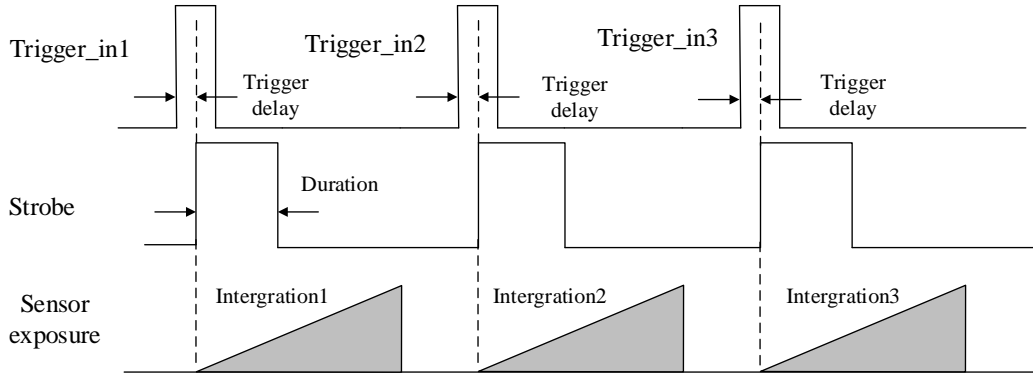

图5-7 Strobe 有效电平持续时间
- 若 *Strobe Line Duration* 参数值非 0，Strobe 高电平延续时间等于 *Strobe Line Duration* 参数值。如图 5-7 所示。